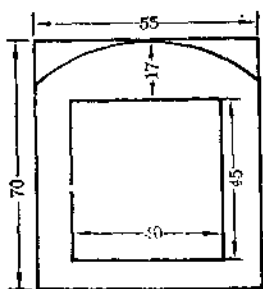

图 9
6. 后盖板和盖门: 用 55×70 [毫米]² 木板一块做盖板。在盖板居中按图 9 所示开一个宽 40 毫米, 高 45 毫米的门, 另